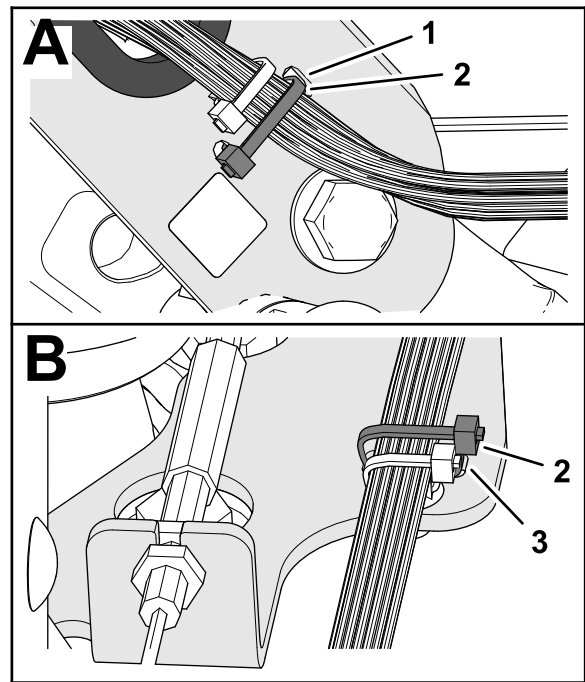

Bild 11
- 6. Befestigen Sie den Maschinenkabelbaum mit einem Kabelbinder durch die Schlitz im Lenkerkanal (Bild 11).